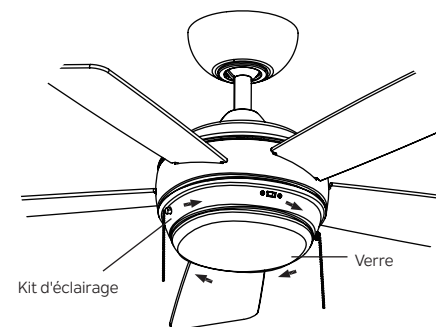

Fig. 21
Étape 1. Fixez le verre à l'ensemble du kit d'éclairage et tournez dans le sens des aiguilles d'une montre. Ne pas trop serrer. (Fig. 21)